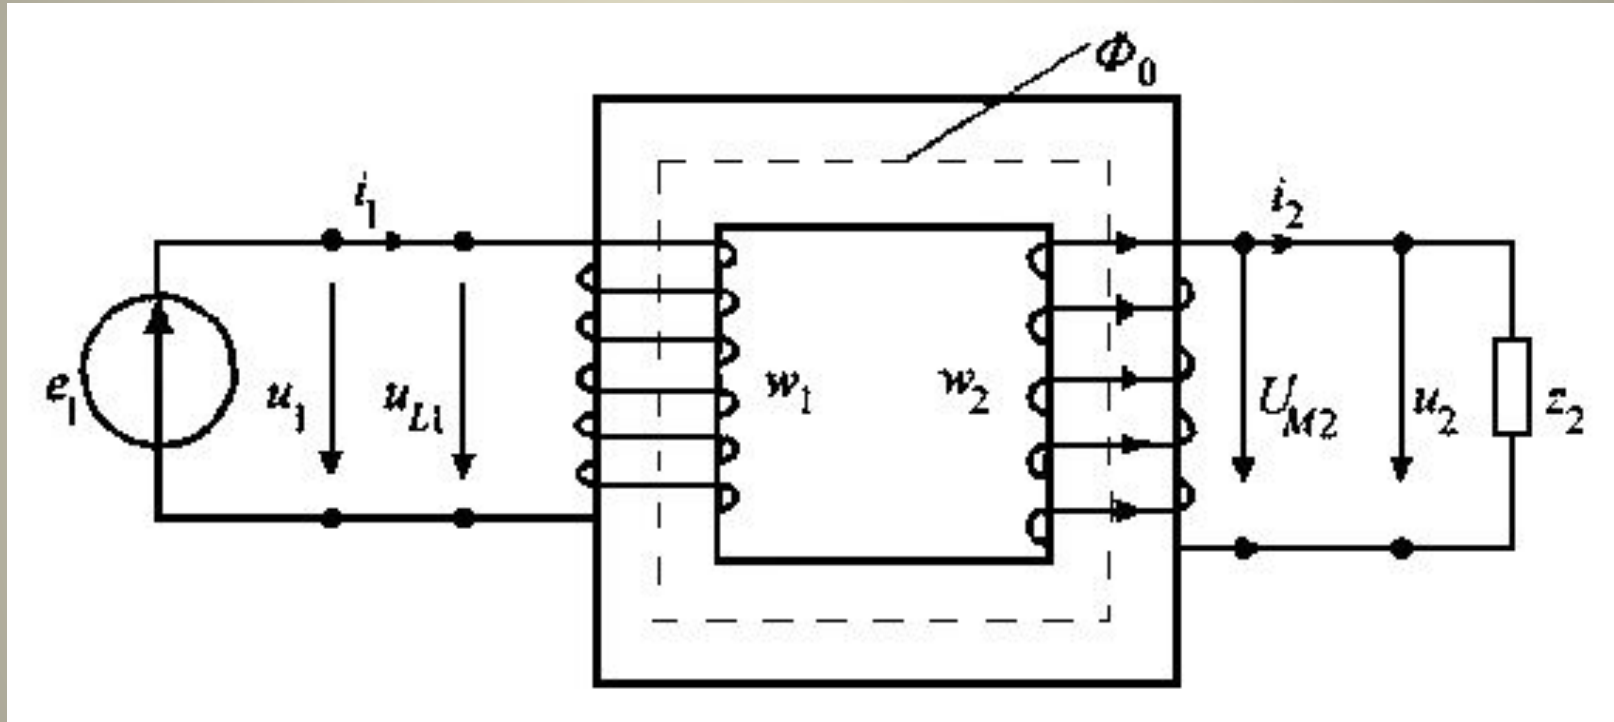

Рис. 4.1. Схема электрической цепи с трансформатором
- Простейший однофазный электрический трансформатор (рис. 4.1) состоит из двух обмоток, размещенных на ферромагнитном магнитопроводе, который набран из изолированных друг от друга листов электротехнической стали толщиной 0,3...0,5 мм, с целью уменьшения потерь на вихревые токи (потерь в стали)  $P_c$ .
- Действие трансформатора основано на явлении электромагнитной индукции (рис. 4.1).